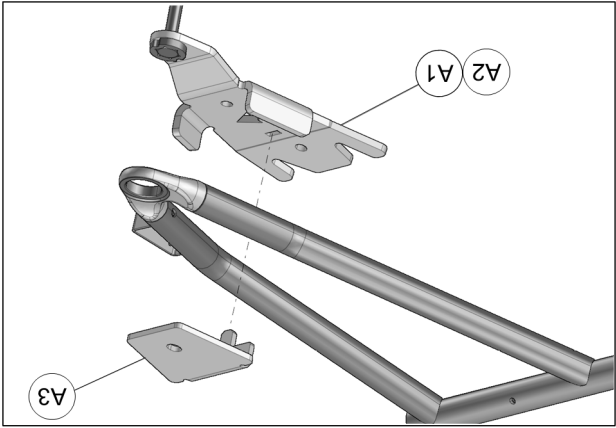

Fig. 16
5. Positionner la partie inférieure de l'ancrage anti-rotation (A1-A2) sous le bras de suspension inférieur. Positionner la partie supérieure (A3) au-dessus du bras de suspension et insérer le tenon de la partie pliée dans l'ouverture de la partie inférieure. Voir la Fig. 16